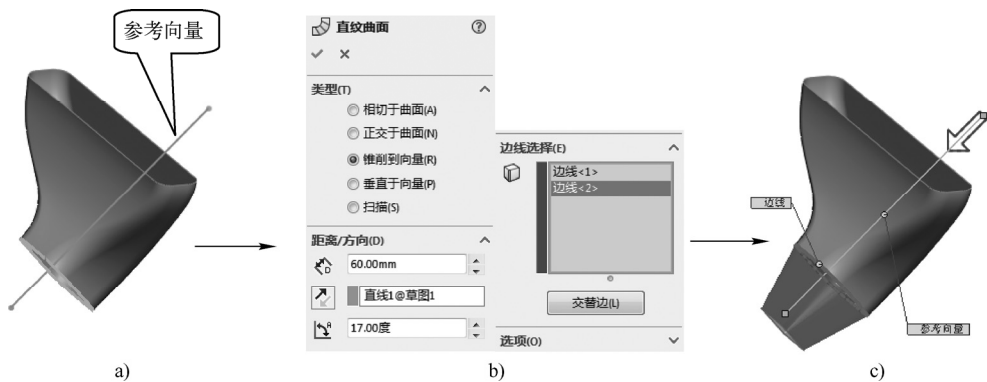

图 5-50 “锥削到向量”方式创建直纹曲面的操作
- 锥削到向量：此类型用于在矢量参照指定的方向上创建直纹曲面。创建曲面时需指定参考矢量，而创建的直纹曲面与参考矢量间有一个锥削角度值，创建过程中可对这个值进行修改，也可更改直纹曲面的延伸长度，如图 5-50 所示。